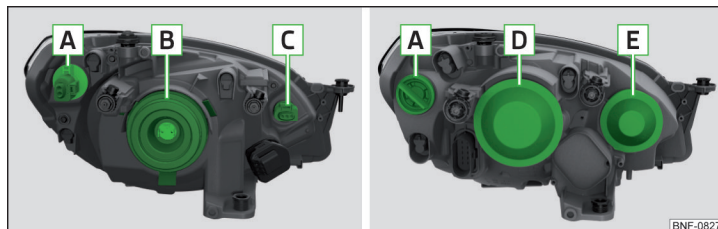
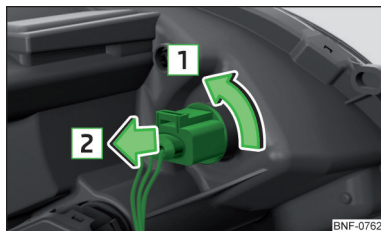

Fig. 171 Farol dianteiro: Variante 1 / Variante 2
Fig. 173
Disposição das lâmpadas incandescentes » Fig. 171
- Girar a estrutura com a lâmpada incandescente **C** » Fig. 171 na página 152 até ao batente no sentido da seta **1** » Fig. 173.
- Retirar a tampa de proteção **D** ou **E** » Fig. 171 na página 152.
- Colocar a tampa de proteção **B** ou **C** » Fig. 171 na página 152.